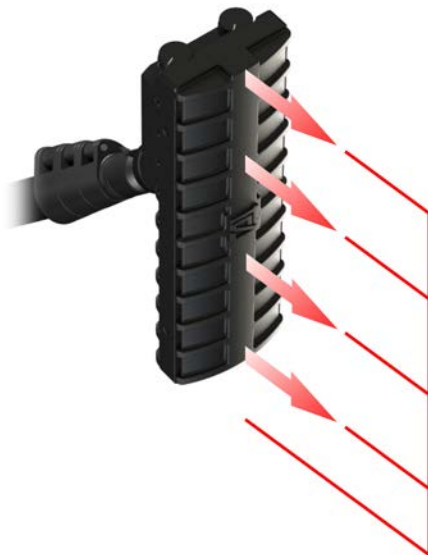

Рис.5
Ориентация основного блока при работе в режиме «ДЕТЕКТОР» показана на рис. 5 (направление на объект поиска указано стрелками). Рекомендуемая скорость перемещения основного блока относительно проверяемого объекта 3-5 см/сек.
4. Поднести основной блок к обследуемому объекту, ориентируя прибор, как показано на рис.5.